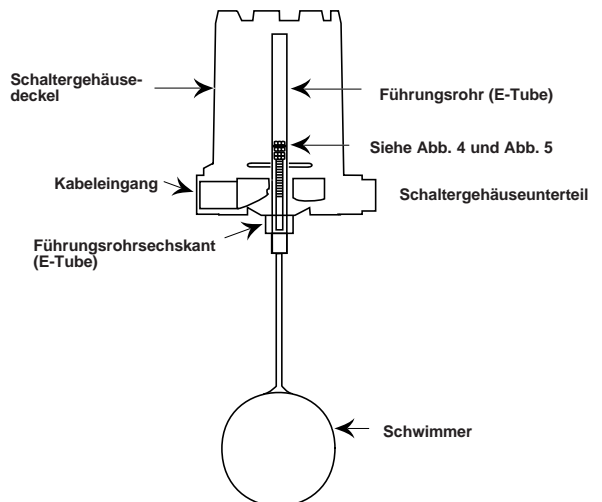

Abb. 3
Eine Verstellung der Schaltdifferenz ist nur dann zulässig, wenn danach noch ein ausreichend großer Schwimmerhub CL möglich ist. Zur Verstellung der Schaltdifferenz muß der Schwimmergrenzschalter zerlegt und das Schutzrohr (E-Tube) entfernt werden (Siehe hierzu Abb. 3, 4 und 5). Danach ist je nach Bewegungsfreiheit der Schwimmerstange durch Verstellen der unteren Kontermutter, die den Anziehungskörper innerhalb des E-Tube auf dem senkrechten Schwimmerstange nach unten fixieren, die Schaltdifferenz (Schalthysterese) über den Mindestwert hinaus zusätzlich veränderbar. Diese zusätzliche Schalthysterese darf bis **max. 13 mm** gewählt werden, jedoch niemals geringer als **0,8 mm** sein.
4. Versorgungskabel vom Schaltermodul abnehmen und aus Kabelverschraubung herausziehen. (Siehe **Abb. 3**).